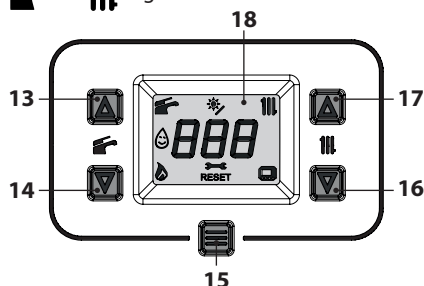
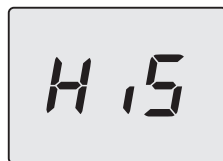
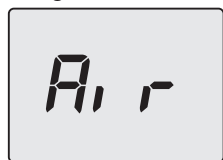
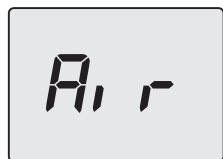

Figura 6.6
Figura 6.8
Figura 6.10
Figura 6.11
- Tenere premuto per 5 secondi il tasto 15 fino a far apparire sul display entrambe i simboli e (Figura 6.6).
- Entrare in "modalità programmazione" premendo contemporaneamente per 5 secondi i tasti 14 e 16 (Figura 6.6) fino a far apparire sul display LCD le lettere **HiS** che indicano il menu "Storico delle caldaie" (Figura 6.8).
- Premere il tasto 15 (Figura 6.6) per attivare la funzione. Il display visualizzerà quanto segue (Figura 6.10 e Figura 6.11).
- tenere premuti contemporaneamente i tasti 14 e 16 per 5 sec. (Figura 6.6) (ritorno al livello precedente).
- Spegnere la caldaia tenendo premuto per 5 secondi il tasto 15 (Figura 6.6) fino a far apparire sul display LCD il simbolo — — — (i trattini vengono accesi in sequenza per simulare uno scorrimento) (Figura 6.5).